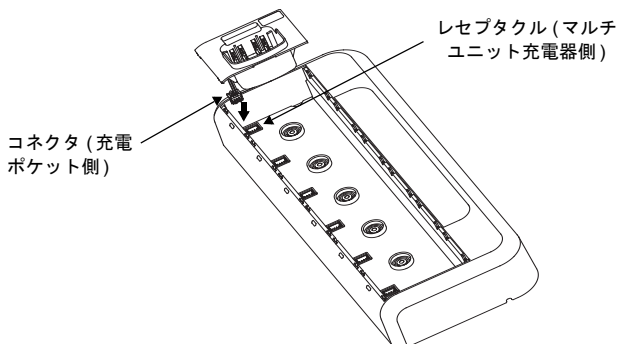

図 3: マルチユニット充電器への充電ポケットの固定
1. コネクタをマルチユニット充電器側のレセプタクルに差し込み、ポケットハーネスを接続します (図 3 を参照してください)。